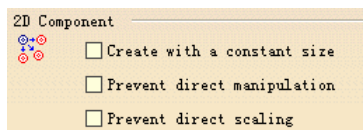

图 6-91
(3) 2D Component (2D 部件使用) 选项组 (如图 6-91 所示)